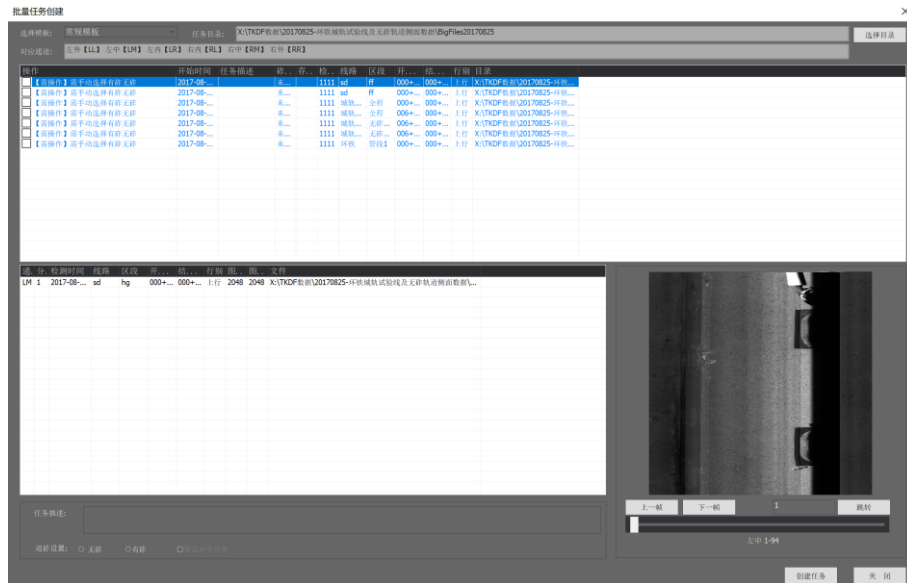

图 3.5-9 批量创建任务
- 3) 得到如图 3.5-9 任务列表，逐个设置任务的道砟，所有任务道砟设置完成后，点击“创建任务”，完成批量添加。